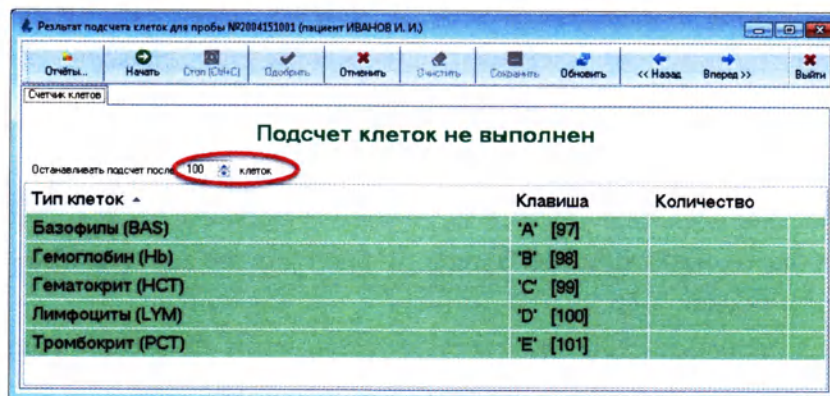

Рисунок 5.9
3. В поле «Останавливать подсчет после...» по умолчанию указано максимально допустимое значение подсчитываемых клеток (Рисунок 5.9). При необходимости измените данное значение. Подсчет клеток автоматически завершится после набора заданного количества клеток.